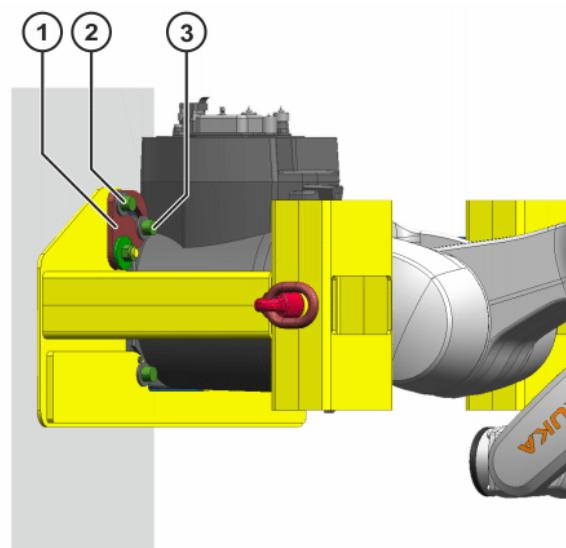

Abb. 11-5: Schwenkhalter positionieren und befestigen
15. Schwenkhalter auf Grundgestell positionieren (>> Abb. 11-5).